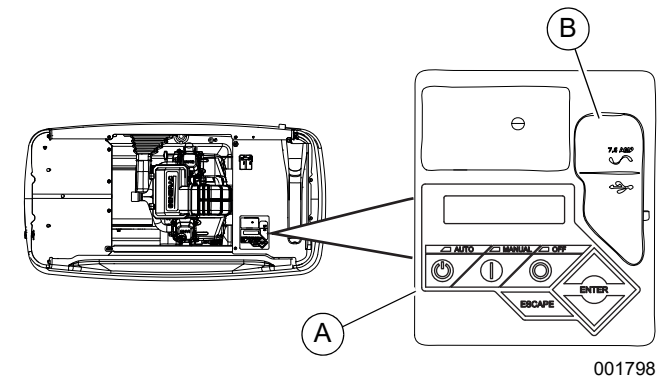

Figure 3-7. Panneau de commande du générateur
Voir Figure 3-7. L'interface du panneau de commande (A) se situe en dessous du couvercle de l'enceinte. Avant de soulever le couvercle de l'enceinte, vérifiez systématiquement que les loquets latéraux sont bien débloqués. Ouvrez le couvercle selon la procédure décrite à la section Ouverture du couvercle.